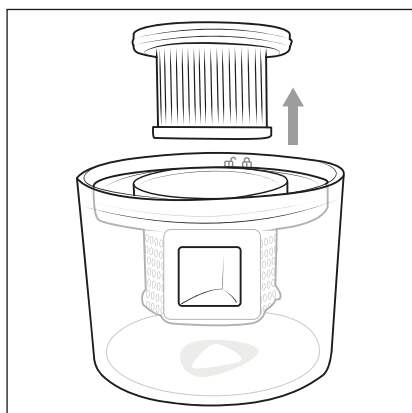

Fig. 5
- 2) Scoateți filtrul HEPA **5** cu degetul mare și arătătorul din filtrul de praf **6** (fig. 5).